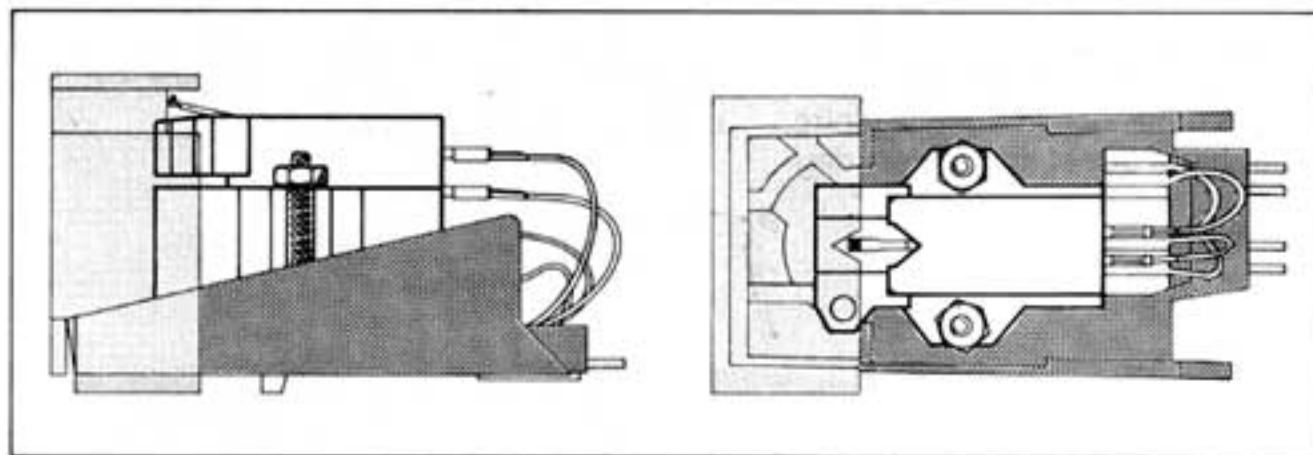

Fig. 12
1. Zur Montage des Tonabnehmersystems lösen Sie den Systemträger vom Tonarm indem Sie den Tonarmgriff (4) nach hinten drücken. Halten Sie dabei den Systemträger fest, da er nach Öffnen der Verriegelung herunterfällt.
2. Befestigen Sie das Tonabnehmersystem unter Verwendung des dem Tonabnehmersystem beigegebenen Zubehörs auf dem Systemträger. Zu beachten ist, daß das Tonabnehmersystem am geometrisch richtigen Ort für die Abtastnadelspitze im Systemträger montiert wird (Fig. 12).
1. To mount the cartridge, detach the cartridge holder from the tonearm by pressing the tonearm handle backward (4), while holding the cartridge holder with your hand to prevent its falling down when the lock is released.
2. Using the hardware provided, mount the cartridge on the cartridge holder. Use the gauge to make sure that the cartridge is mounted in the geometrically proper place in the cartridge holder (Fig. 12) as far as the stylus is concerned.